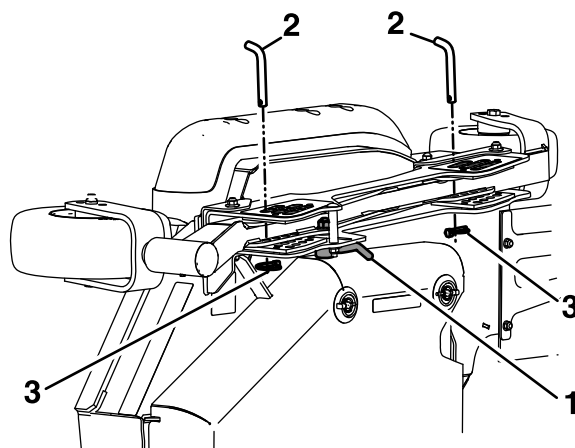

Figura 27
- B. Abra los bloqueos de leva situados en el canal de altura de corte de la carcasa lateral (Figura 27).
- D. Mueva la carcasa lateral a la altura deseada e instale los pasadores de ajuste de la altura de corte y los pasadores de seguridad (Figura 27).